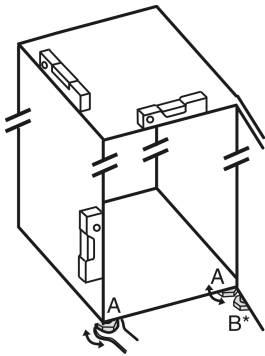

Fig. 6
- Extrageți prin rotire picioarele reglabile Fig. 6 (A) cu cheia fixă atașată și cu ajutorul unei nivele cu apă, până când aparatul este fix și aliniat plan.
- Extrageți prin rotire piciorul reglabil Fig. 6 (B) de la suportul de lagăr cu cheia fixă atașată, până când acesta atinge solul.
- Continuați să rotiți piciorul reglabil Fig. 6 (B) cu 90°.